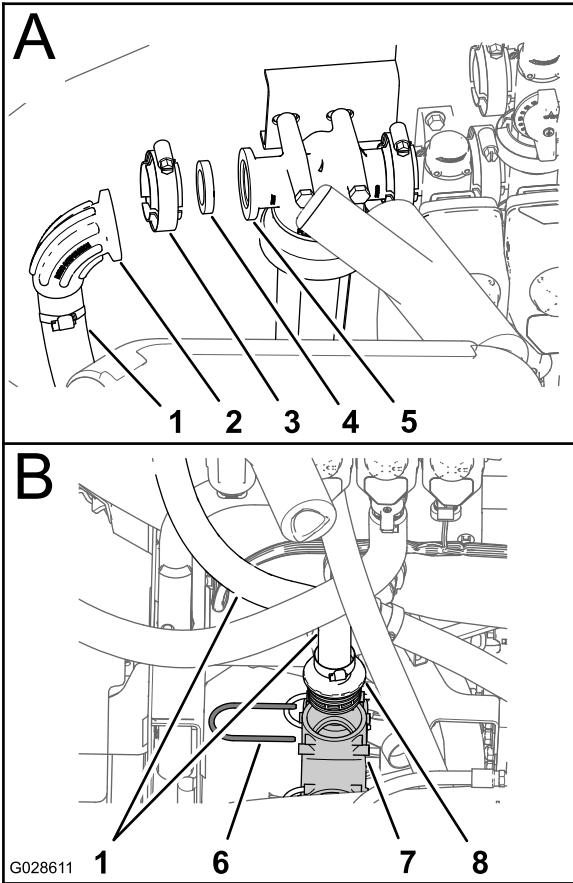

Bild 35
- Entfernen Sie die Flanschklemme, die Dichtung, den Flanschkrümmer und den Zulaufschlauch vom Druckfilterkopf (A in Bild 35).
2. Entfernen Sie den Arretierbügel, mit dem das gerade Mittelstück des Zulaufschlauchs am unteren T-Stück des Sprühsystems befestigt ist, und nehmen Sie den Zulaufschlauch von der Maschine ab (B in Bild 35)
3. Entfernen Sie den Flanschkrümmer und die Schlauchklemme vom Zulaufschlauch (Bild 35).